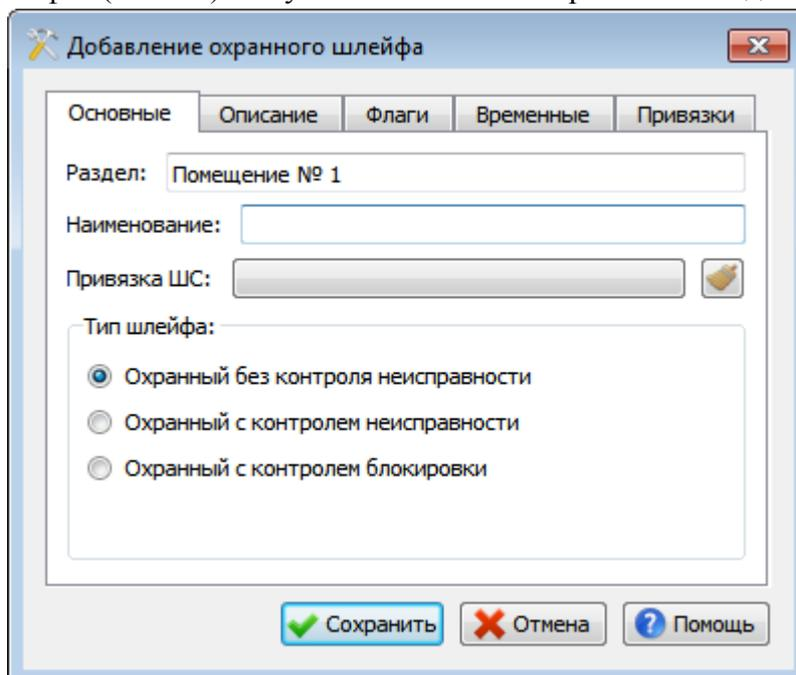

Рис. 61
- Нажмите кнопку «Охранный шлейф». На экране появится окно «Добавление охранного шлейфа» (Рис. 61). По умолчанию окно открыто на вкладке «Основные».